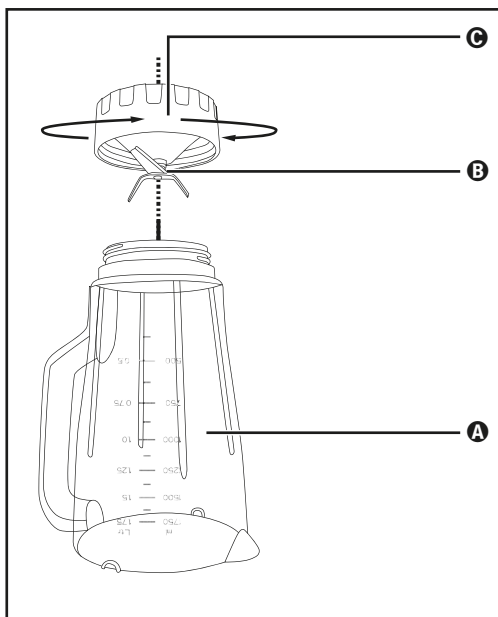

Fig. 3
- 2) Renversez l'appareil et tournez la pièce en plastique inférieure ⑧ du bol mixeur ③ dans le sens antihoraire afin qu'elle se détache de la pièce en plastique supérieure ⑨ du bol mixeur ③ (voir fig. 3).